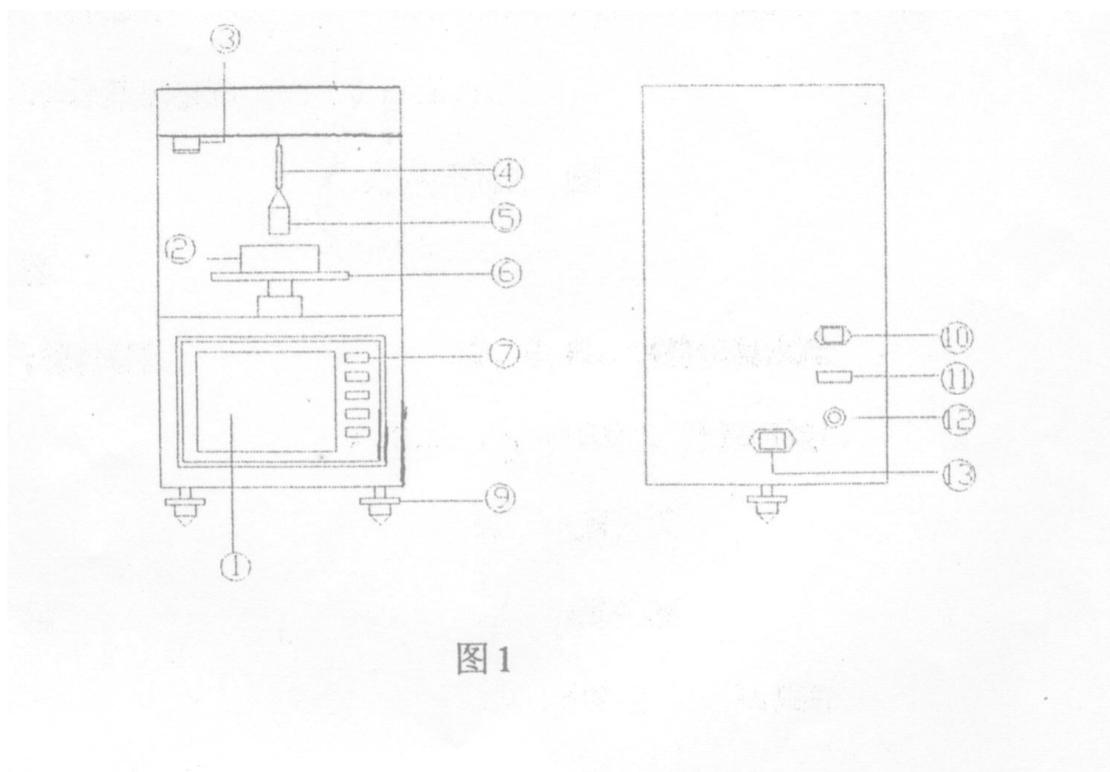
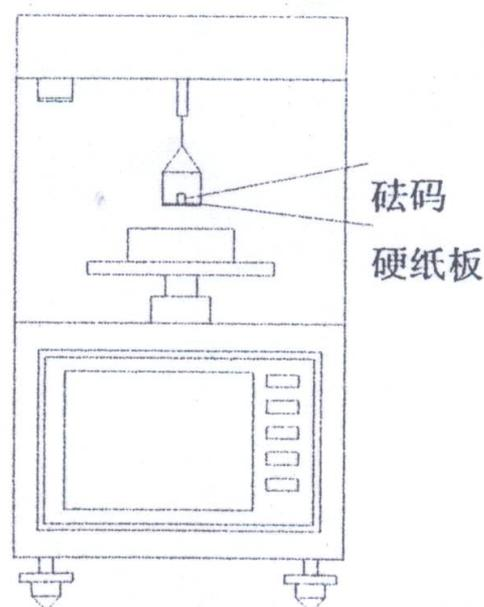

图 1
图 4
### 四、结构特征(图 1)
1.1 观察显示画面下部“仪表读数”的四位数，在保证铂环灼烧洁净的条件下用“零点微调”（图 1 中 3）微调至 0001—010 之间（最佳值 0005）。仪表菜单显示的“原标定值”是生产厂家制造本仪器时的生产标定值。用户在使用仪器之前此项可不必做。特殊情况，如用户怀疑本仪器精度不足，可按菜单提示操作，进行砝码标定（图 4）。每档仪器标定值与原标定值在+20 个 A / D 数值之内，说明本仪器在正常状态。